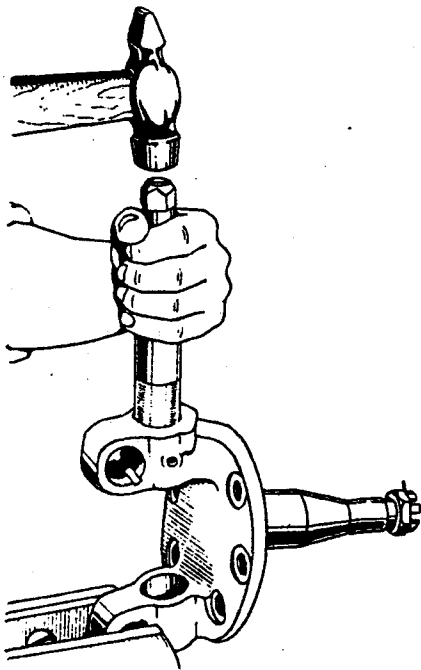

Рис. 59. Запрессовка втулок шкворня
11. С помощью оправки установить новые втулки так, чтобы отверстия во втулках совпали с отверстиями в бобышках кулака и чтобы открытые концы смазочных канавок втулок были обращены в сторону балки передней оси (рис. 59).